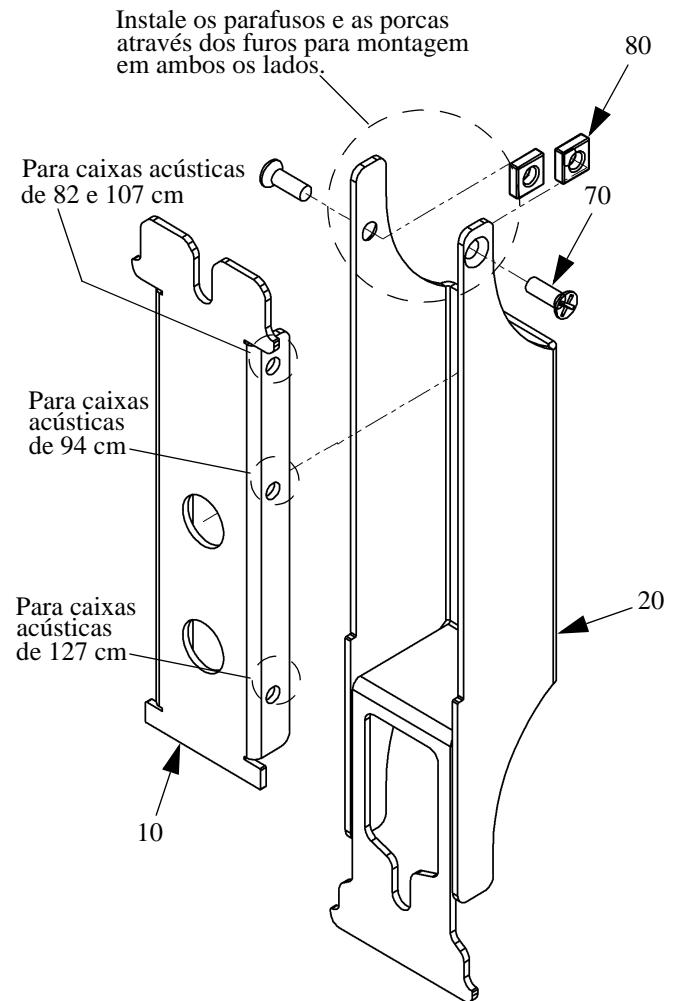

Figura 6. Monte os suportes de caixa acústica
2. Localize dois suportes de ajuste de caixa acústica (10), dois suportes de parede de caixa acústica (20), quatro parafusos Philips de cabeça chata (70) e quatro porcas quadradas (80). Consulte a figura 6.
3. Dependendo do tamanho da caixa acústica, localize o par de furos de montagem do suporte de ajuste de caixa acústica (10) correspondente ao tamanho da mesma.
4. Insira o suporte de ajuste de caixa acústica (10) no suporte de parede de caixa acústica (20) e alinhe os furos de montagem.
5. Instale dois parafusos Philips de cabeça chata (70) e quatro porcas quadradas (80) de modo a montar os suportes (10 e 20) conforme mostrado na figura 6.
6. Repita os passos 4 e 5 para montar o segundo suporte de parede de caixa acústica (20).